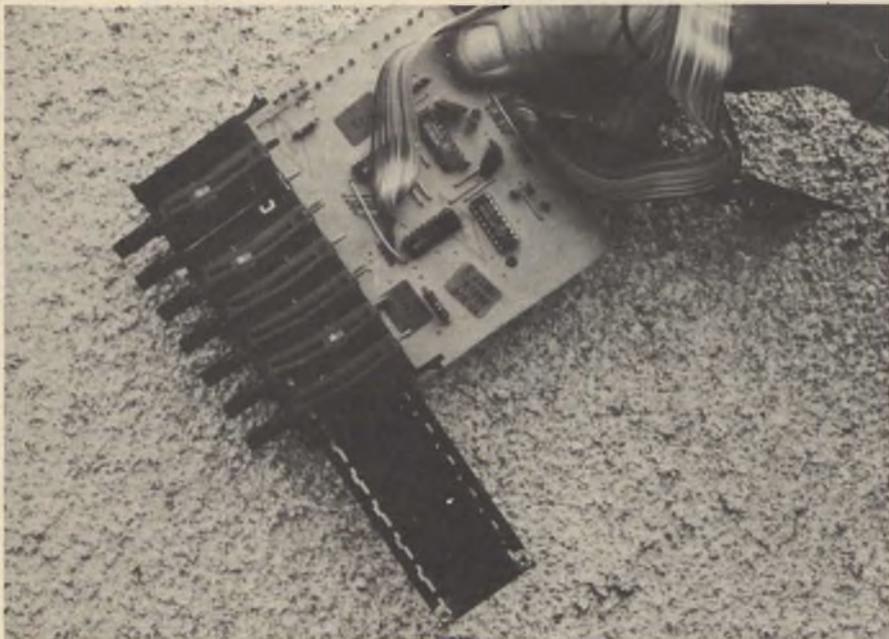

Fig. 4 - Riparazione dei programmatori Grundig. Sfilamento della pista potenziometrica.
4. Sfilare la pista potenziometrica. Per fare questa operazione, si dissalderanno con cura i due piolini metallici che collegano la pista al sottostante circuito stampato fino a liberarli completamente. In seguito si spingerà la pista dal lato opposto con un cacciavite fino a farla uscire completamente (vedi fig. 4). È indispensabile che la basetta che supporta le piste di carbone non subisca alcuna avaria, poiché la Grundig non fornisce questo pezzo di ricambio.